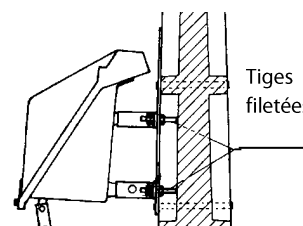

Fig. 5
- Ajuster le réglage des écrous (B) pour assurer l'appui sur l'âme du poteau (Fig.5)